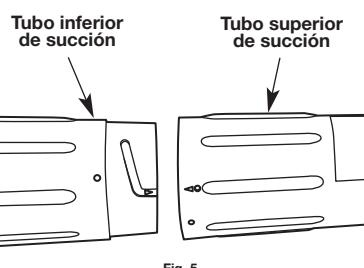

Fig. 5
- Alinee la flecha del tubo inferior de succión con la flecha del tubo superior de succión (Fig. 5).